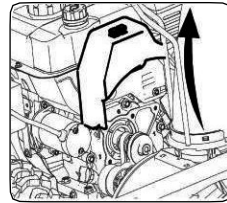

Рисунок 41
1. Снимите крышку ремня на передней части двигателя, открутив два болта. См. Рисунок 41.